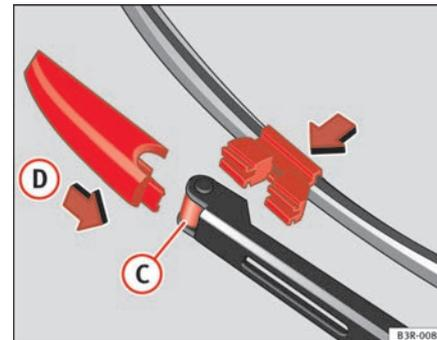

Abb. 170 Wischerblatt befestigen
- Setzen Sie das neue Wischerblatt in die Aufnahme des Scheibenwischerarms ⇒ Seite 228, Abb. 170 **C**.